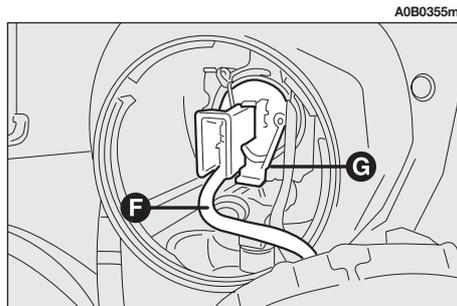

fig. 35
- Sfilare il capocorda del cavo di alimentazione (**F-fig. 35**).
– Rimontare la nuova lampada, facendo coincidere le alette della parte metallica con le apposite scanalature nella parabola del faro e riagganciare la molletta fermalampada (**G-fig. 35**).
– Rimontare il capocorda del cavo di alimentazione (**F-fig. 35**).